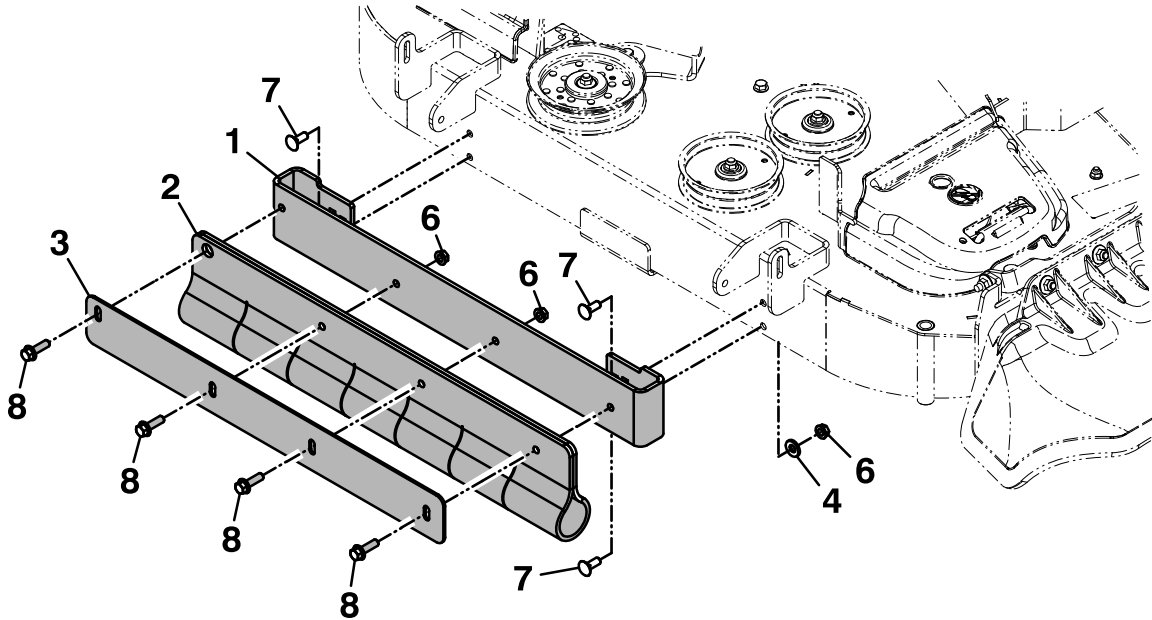
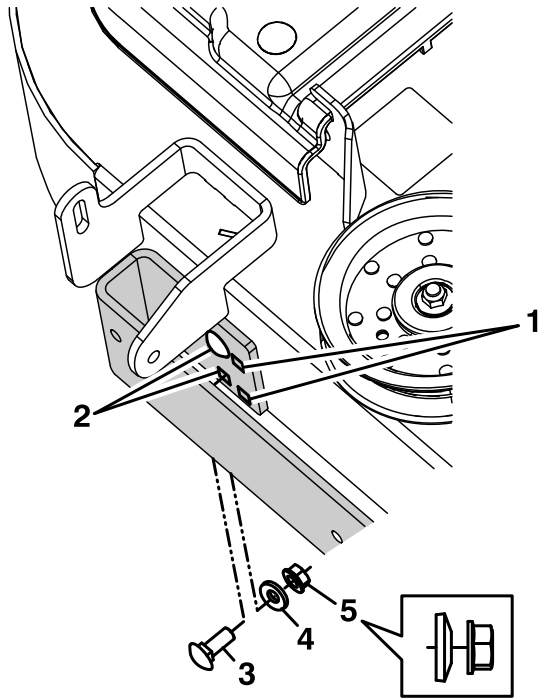

Figura 2
Figura 3
4. Usando cuatro tornillos de $\frac{3}{8}$ "-16 x 1", cuatro arandelas elásticas y cuatro tuercas de $\frac{3}{8}$ ", instale el soporte del rayador en la carcasa, como se muestra en la Figura 2 y la Figura 3.
5. Coloque la rasqueta contra el soporte del rayador y sujétela con la pletina y con cuatro tornillos de $\frac{3}{8}$ "-16 x 1 $\frac{1}{4}$ " y cuatro tuercas de $\frac{3}{8}$ ". Asegúrese de que las cabezas de los tornillos están montadas en el exterior del soporte del rayador, como se muestra en la Figura 2.